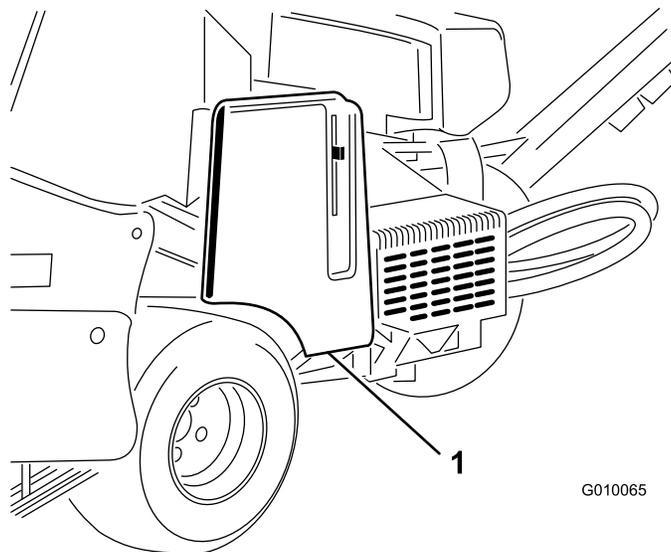

図 55
1. ベルト・カバーのラッチを外し、カバーを取り外す(図 55)。
1. ベルト・カバーのラッチを外し、カバーを取り外す (図 55)。